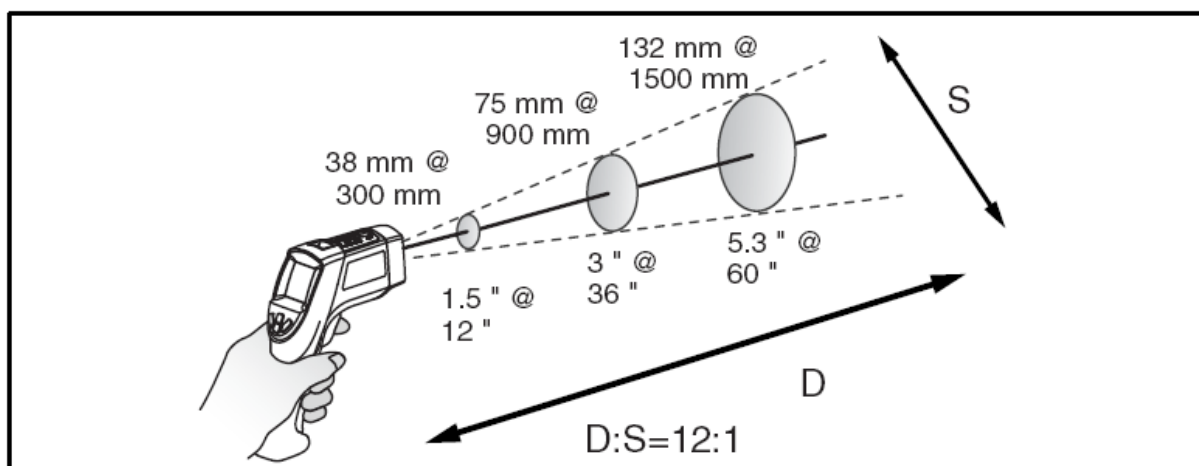

Figura 5. Distanța și dimensiunea spotului
Odată cu creșterea distanței (D) de la ținta măsurată, dimensiunea spotului (S) zonei măsurate de termometru devine mai mare. Dimensiunea spotului indică 90% energie cuprinsă. Raportul maxim D:S este obținut când termometrul este la 900 mm (36 in) de țintă, dimensiunea spotului fiind de 75 mm (3 in). Consultați Figura 5.